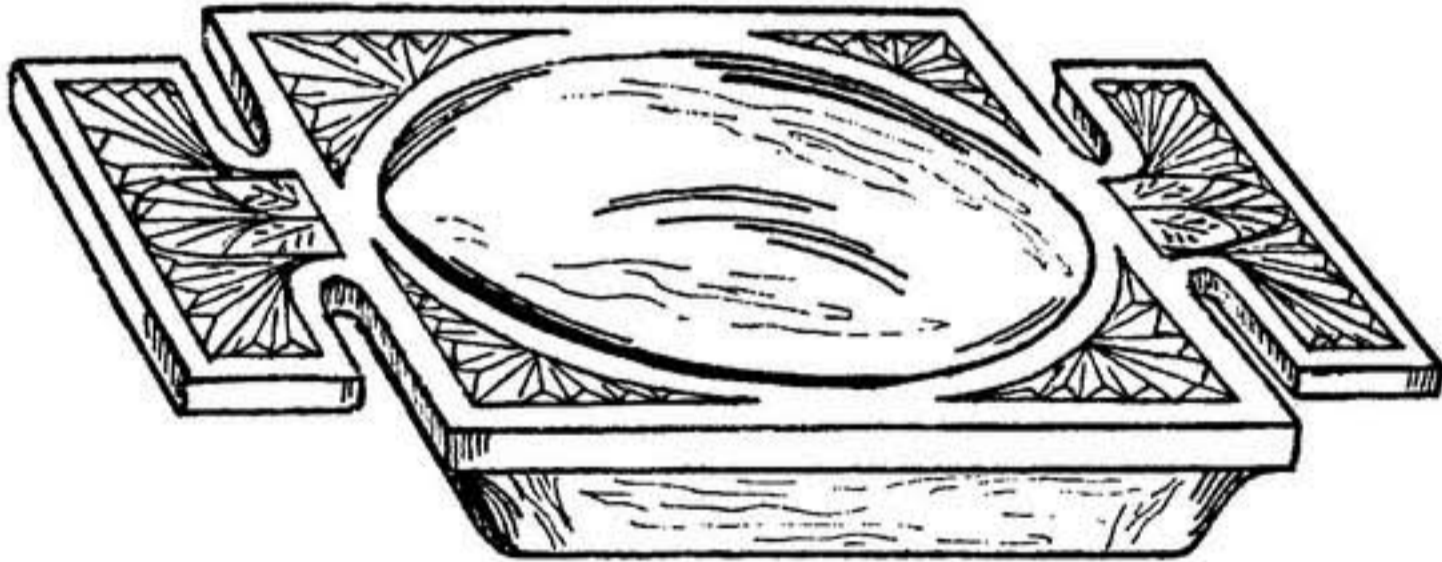
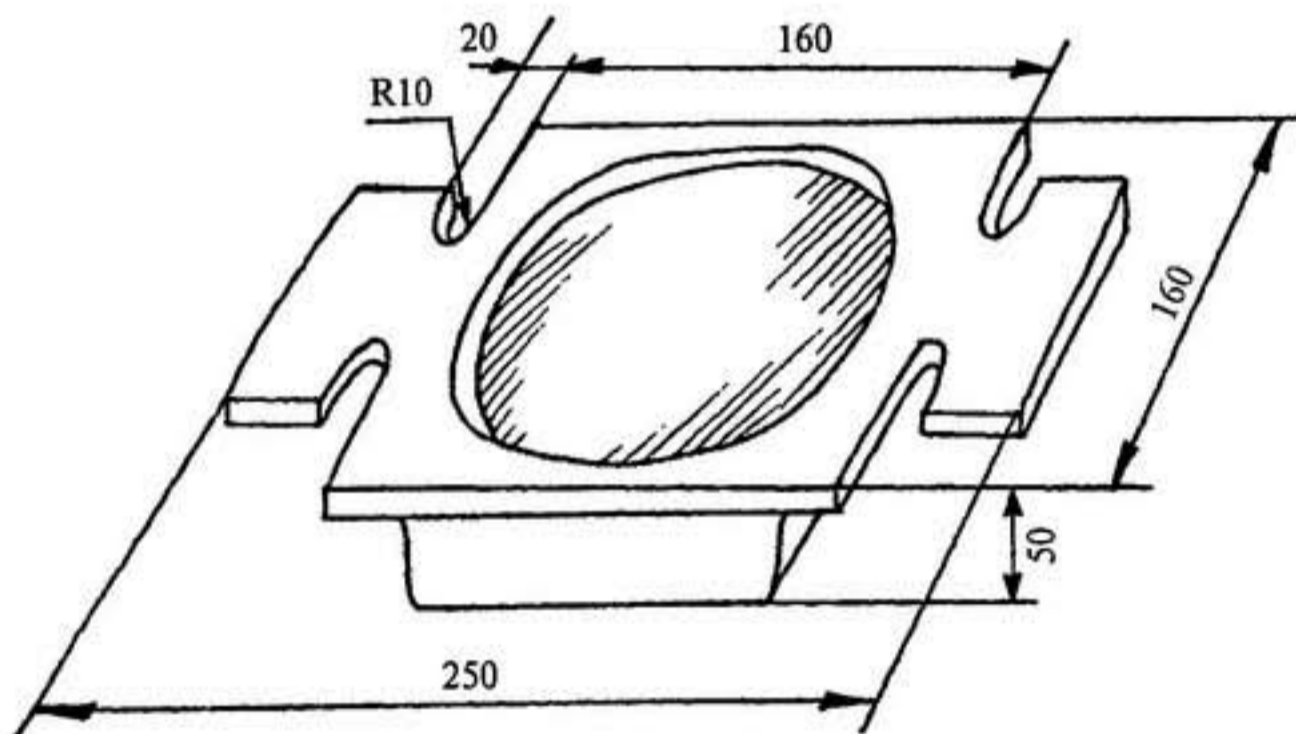

Рис. 142
Рис. 143
Взгляните на рис. 142. Попробуйте обдумать последовательность изготовления конфетницы. Это и будет составление технологического процесса.
*Рисунок* — это изображение предмета. То, что вы видите на рис. 142, и есть «рисунок».
Но если вы хотите изготовить то, что изображено на рис. 142, вам необходимо иметь размеры (рис. 143).